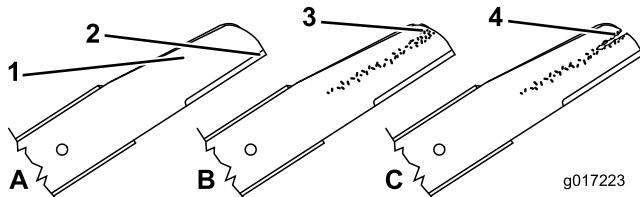

Figura 41
1. Inspeccione los filos de corte (Figura 41). Si los filos de corte no están afilados o tienen muescas, retire las cuchillas y haga que las afilen o cámbielas.
2. Inspeccione las cuchillas, especialmente la parte curva (Figura 41).
Nota: Figura 41 Si observa cualquier daño o desgaste, o la formación de una ranura en esta zona, cambie la cuchilla inmediatamente por una cuchilla nueva.